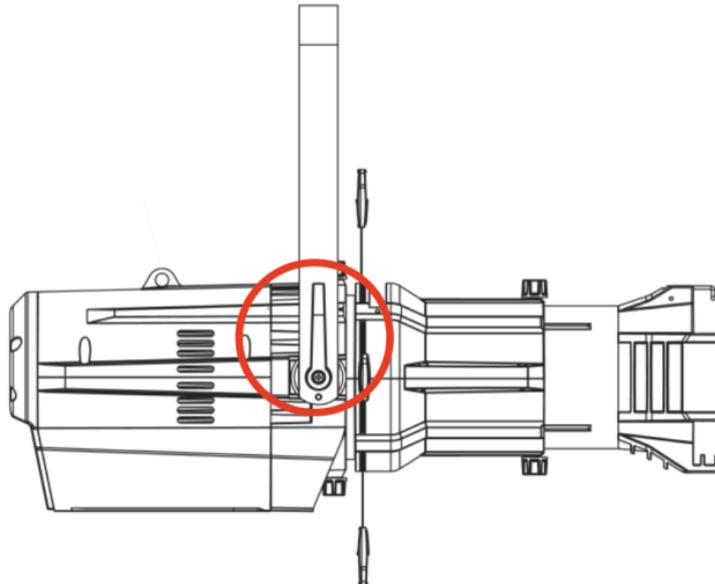

Fig. 11
- 02) Inclíne el dispositivo hasta la posición deseada (Fig. 11).